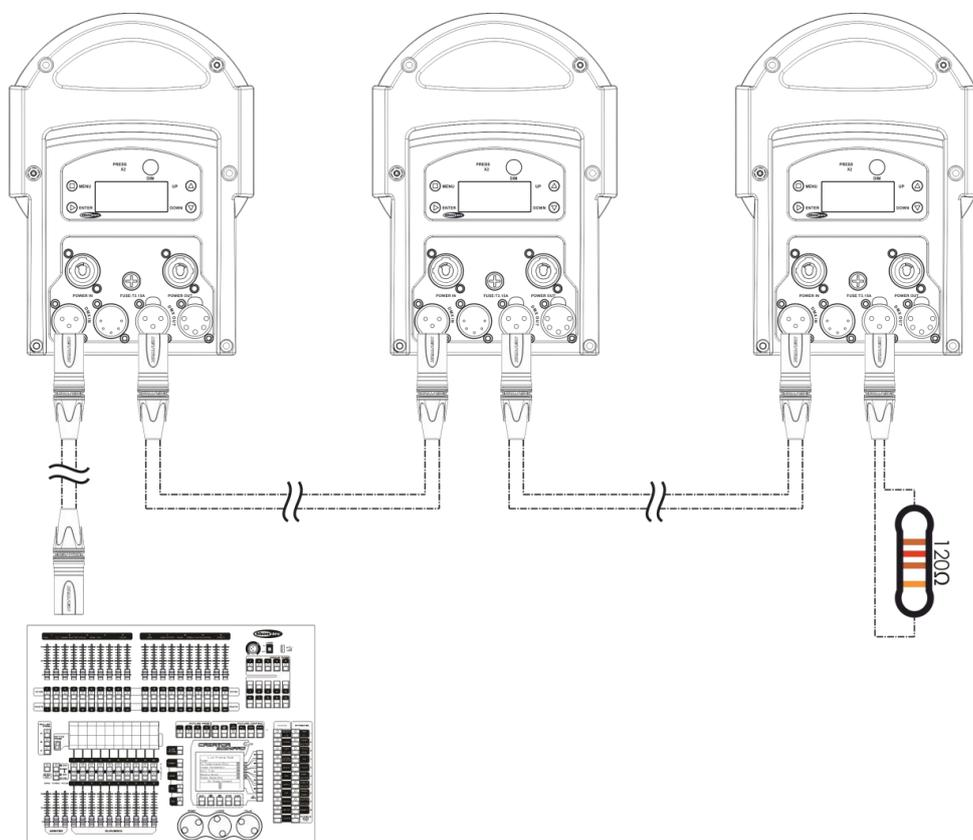

Fig. 06
- 04) Interconecte las unidades como se indica en la Fig. 06. Conecte un cable de señal DMX que vaya desde el conector DMX Out (salida) de la primera unidad al conector DMX In (entrada) de la segunda unidad. Repita este proceso para interconectar las unidades segunda, tercera y cuarta.